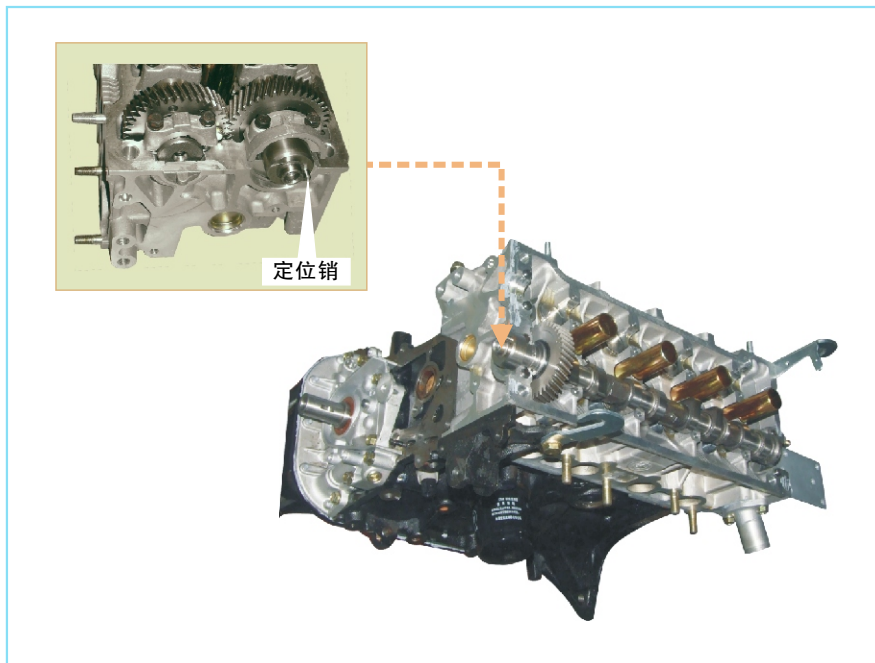

图2-109 安装排气凸轮轴时定位销的正确位置
①安装排气凸轮轴
b. 放置排气凸轮轴使定位销处于离凸轮轴垂直轴线稍稍偏逆时针一定角度的位置上。该位置正好使1号、3号气缸凸轮桃尖均衡地推动气门顶杆（如图2-109）。